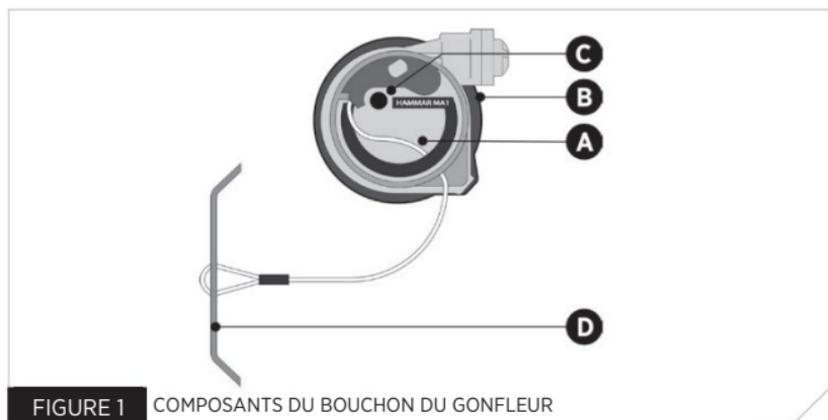

FIGURE 1 COMPOSANTS DU BOUCHON DU GONFLEUR
1. Examinez l'indicateur d'état (Fig. 1, C) à travers la fenêtre. Assurez-vous que l'indicateur d'état est vert. Si l'indicateur d'état est rouge, le mécanisme a été déclenché ou n'est pas correctement installé (voir « Réarmer votre VFI », page 13).
2. Vérifiez que l'anneau de verrouillage noir (Fig. 1, B) est verrouillé. Si elle est en position verrouillée, elle ne peut PAS être tournée à la main dans le sens inverse des aiguilles d'une montre.
3. Vérifiez la date d'expiration sur le dispositif de gonflage (Fig. 1, A). Assurez-vous que l'année en cours n'est pas postérieure à l'année sur le dispositif de gonflage. Si c'est le cas, remplacez le gonfleur (voir « Réarmer votre VFI », page 13).
4. Assurez-vous que la poignée de gonflage manuel (Fig. 1, D) est bien installée.
3. Examinez l'indicateur de statut (Fig. 1). Si l'indicateur est rouge, le mécanisme de gonflage a été déclenché ou n'est pas armé correctement et doit être réarmé (voir « Réarmer votre VFI » page 13).